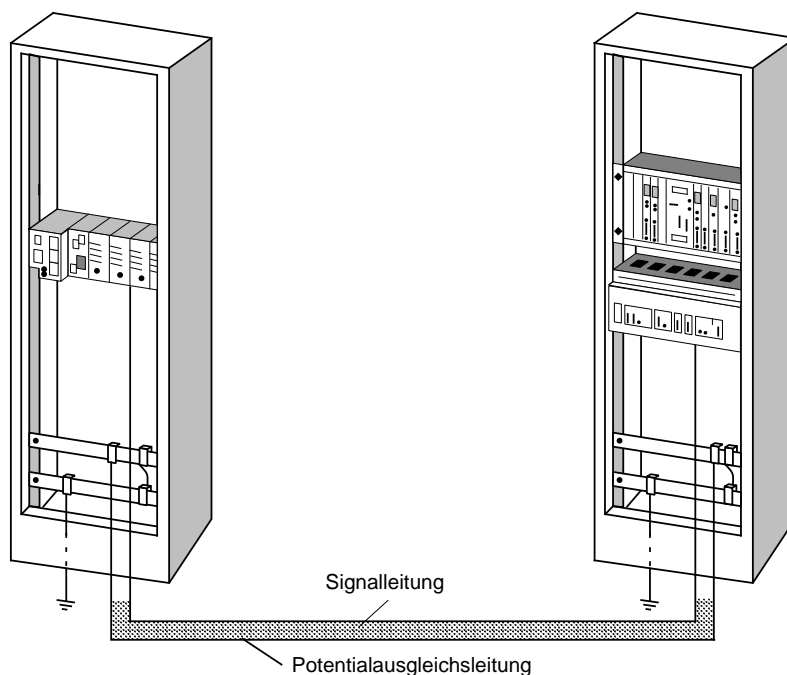

Bild 3.35 Verlegen von Potentialausgleichsleitung und Signalleitung
- Der Potentialausgleichsleiter sollte so verlegt sein, daß möglichst kleine Flächen zwischen Potentialausgleichsleiter und Signalleitungen eingeschlossen werden (--> Bild 3.35).